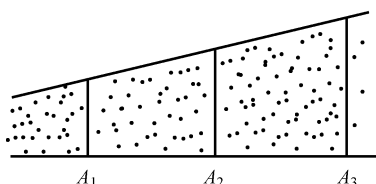

图 1-2-3
1. 在如图 1-2-3 所示的管路中, 三处的面积之比为  $A_1 : A_2 : A_3 = 1 : 2 : 3$ , 则在这三处的